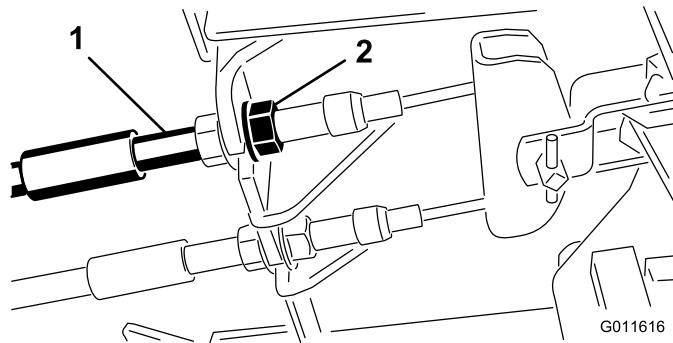

图52
1. 要缩短刹车踏板的自由行程，可以通过松开刹车拉线螺纹端的前螺母，紧固刹车（图52）。